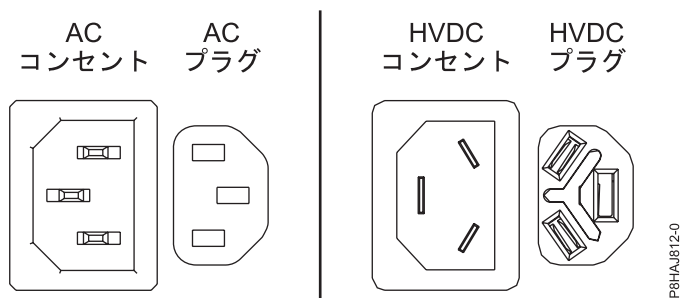
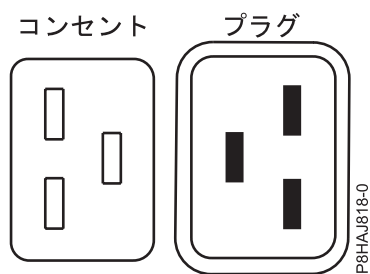
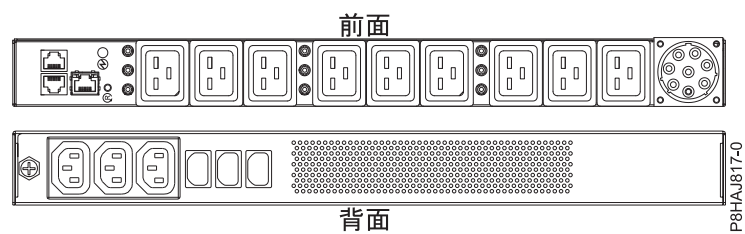

図 27. AC コネクターと HVDC コネクター
図 28. 8408-44E システムのコネクター
図 29. 8408-44E システムの PDU
53 ページの図 27 は、サポート対象の交流 (AC) コネクターおよび高電圧直流 (HVDC) コネクターを示しています。53 ページの図 28 および 53 ページの図 29 は、8408-44E のサポート対象のコネクターおよび電力配分装置 (PDU) を示しています。